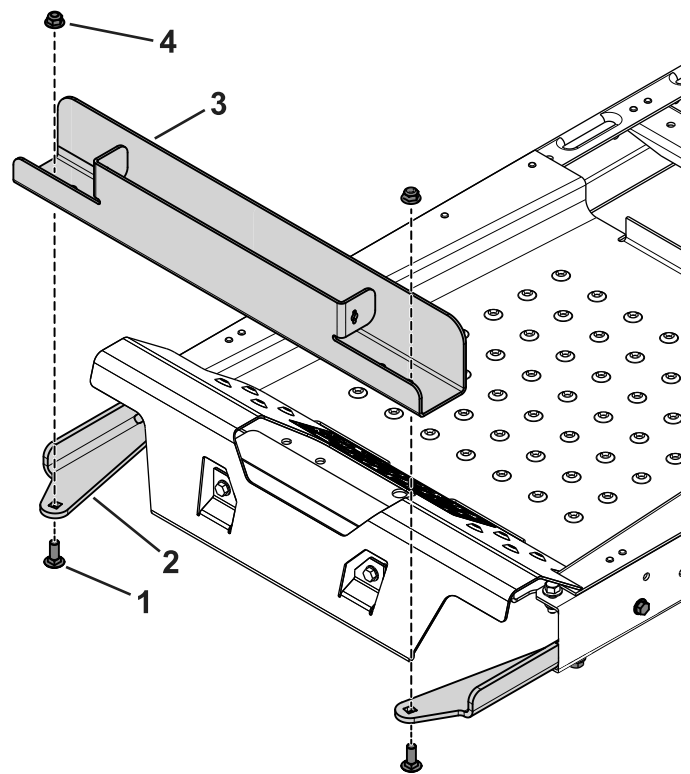

Figure 2
3. Fixez le logement de masse sur les supports à l'aide des 2 boulons de carrosserie (3/8" x 1") et écrous à embase (Figure 2).